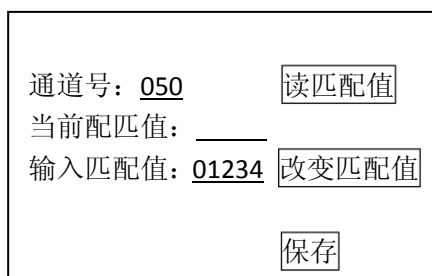

图 4-20
- 5) 选择【输入匹配值】功能, 输入先前在仪表系统里 (步骤 5~7 步) 获取的 5 位编码。如 01234, 图 4-20;